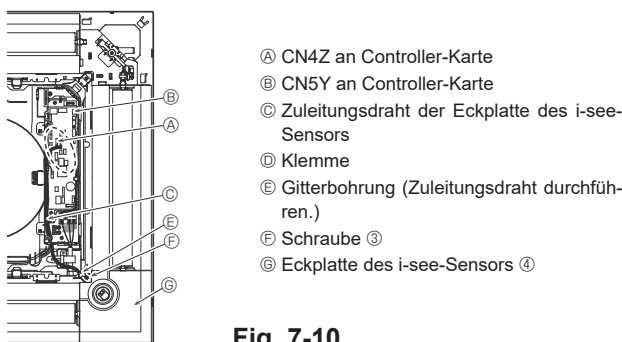

Fig. 7-10
7.4.6. Anbringen der Eckplatte des i-see-Sensors (Fig. 7-10)
- Die Klemme des Zuleitungsdrahts (weiß, 4-polig und weiß, 5-polig) der Eckplatte des i-See-Sensors ④ von der Seite des Elektrokastens am Hauptgerät aus verlegen und mit der Klemme CN4Z und CN5Y an der Controller-Karte verbinden.